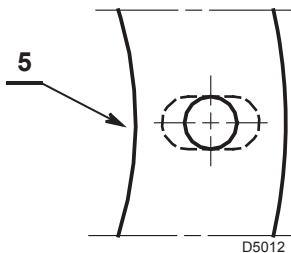

Abb. 7
- Falls erforderlich, die Bohrungen der Isolierdichtung 5) erweitern Abb. 7.